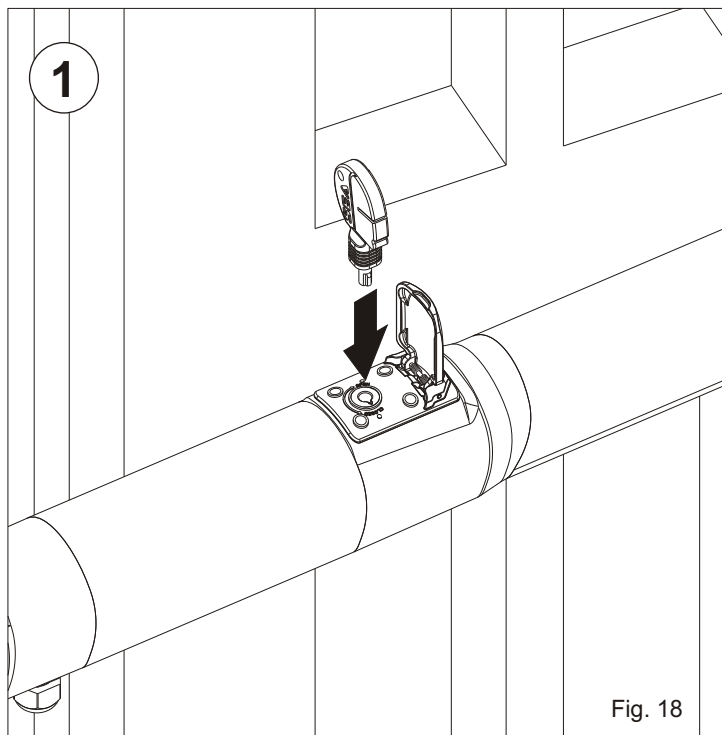

Fig. 18
1. Insertar la llave de desbloqueo en la ranura como en Fig. 18